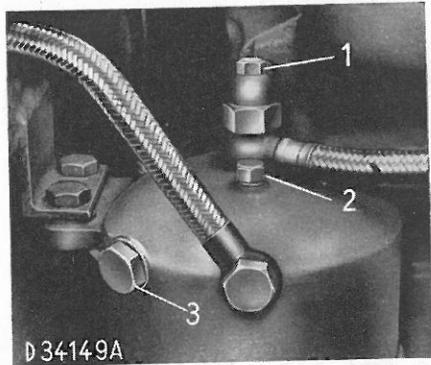

fig. 41
- b) Débloquer les vis avant et arrière de purge (fig. 41) du filtre à combustible; attendez ensuite quelques instants jusqu'à ce que le combustible ait traversé l'élément filtrant. Ne pas révisser les vis de purge avant que le combustible ne coule exempt de bulles d'air.